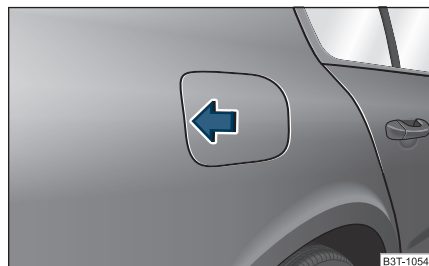

Fig. 198 Côté arrière droit du véhicule: Ouvrir la trappe du réservoir
- Appuyez sur le côté gauche de la trappe du réservoir ⇒ fig. 198.